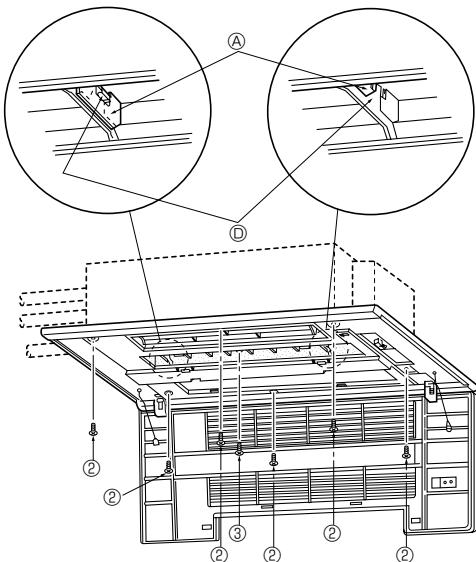

Рис. 5-5
- Отрегулируйте положение передней панели таким образом, чтобы она надлежащим образом вписывалась в угол между потолком и стеной, и установите крепежные болты Ⓑ (поставляются с прибором) в четырех местах слева и справа, оставив их слегка незатянутыми. (Рис. 5-5)
[Рис. 5-5]